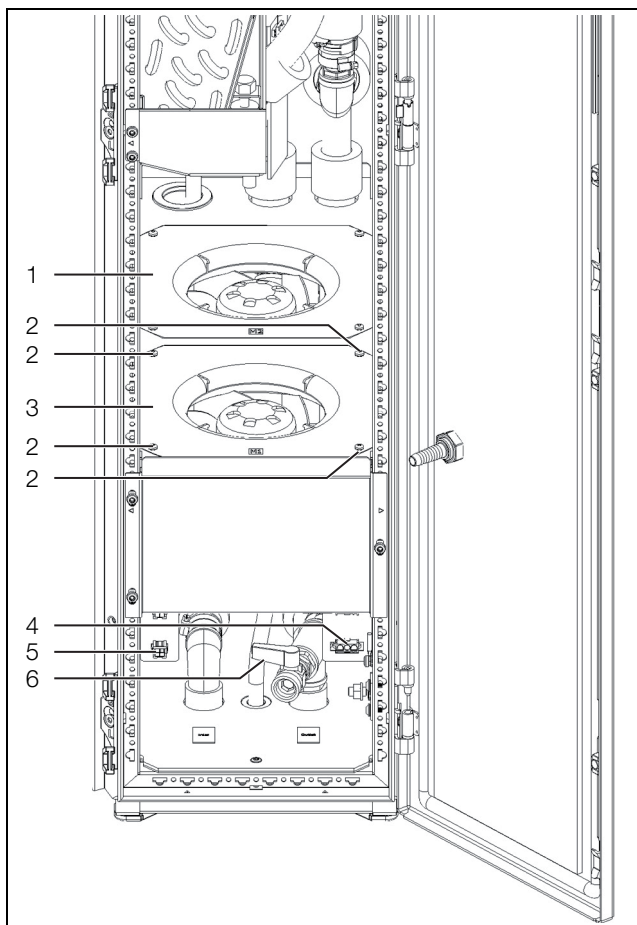

Abb. 22: Lüfterwechsel
- Öffnen Sie den Entleerungshahn (Abb. 22, Pos. 6).